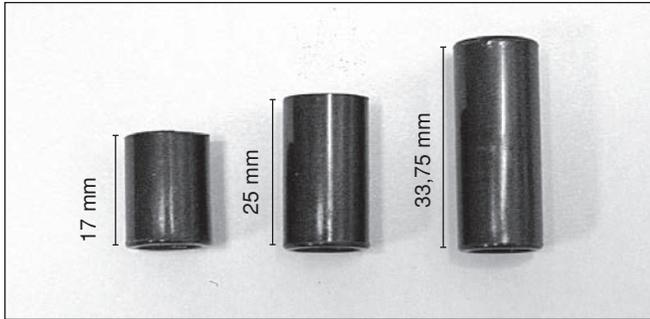
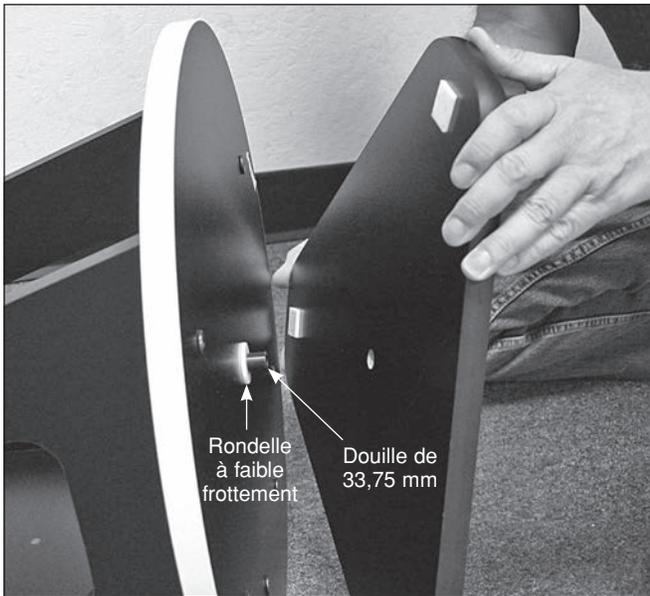

Figure 4. Trois douilles en plastique utilisées dans le montage du XT PLUS.
Figure 5. Montage des plaques de base
1. À l'aide d'un tournevis cruciforme, vissez les pieds en plastique (A) au dessous de la plaque de base inférieure (triangulaire) (B) en utilisant les vis à bois autotaraudeuses fournies. Insérez les vis dans les pieds et vissez-les dans les orifices pré-percés en serrant à fond.
2. Fixez sans trop serrer le renfort avant (C) aux deux panneaux latéraux (D) avec six des vis noires de montage de la base (E) insérées dans les avant-trous. Utilisez la clé hexagonale de 4 mm pour serrer les vis. Les panneaux latéraux doivent être orientés de manière à ce que l'étiquette "SkyQuest XT PLUS" soit tournée vers l'extérieur. Ne serrez pas encore complètement les vis.
3. Alignez l'un des cylindres de palier d'altitude (F) avec l'un des quatre trous de cylindre de palier sur la surface intérieure de chaque panneau latéral. Poussez une vis de cylindre de palier (G) à travers le panneau latéral depuis l'extérieur et vissez le cylindre de palier sur celle-ci. Vous pouvez serrer le cylindre à la main ou, si nécessaire, avec la clé hexagonale de 4 mm fournie. Répétez cette opération pour les trois autres cylindres de palier.
4. Fixez l'assemblage du panneau latéral et avant à la plaque de base supérieure (H) avec les six vis d'assemblage de la base restantes dans les avant-trous. Serrez fermement les six vis.
6. Tournez la base sur le côté. Insérez la plus longue des trois douilles (33,75 mm) noires en plastique (I, voir la **figure 4**) dans le trou au centre de la plaque de base supérieure (D). Poussez la douille de sorte qu'elle pénètre tout au fond de la plaque de base, et ressorte à travers la surface inférieure (**figure 5**).
7. À présent, placez la rondelle d'écartement blanche à faible frottement (J) sur la partie de la douille qui dépasse du fond (**figure 5**).
8. Installez la plaque de base inférieure (B) en alignant son trou central avec la douille en nylon. La rondelle d'écartement blanche à faible frottement devrait désormais se trouver entre les deux plaques de base (**figure 5**).